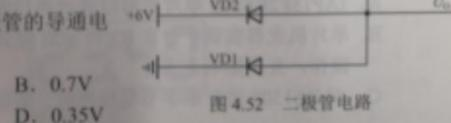

图 4.52 二极管电路
(1) 二极管电路如图 4.52 所示, 若二极管的导通电压为 0.7V, 输出电压  $U_O$  为( )。